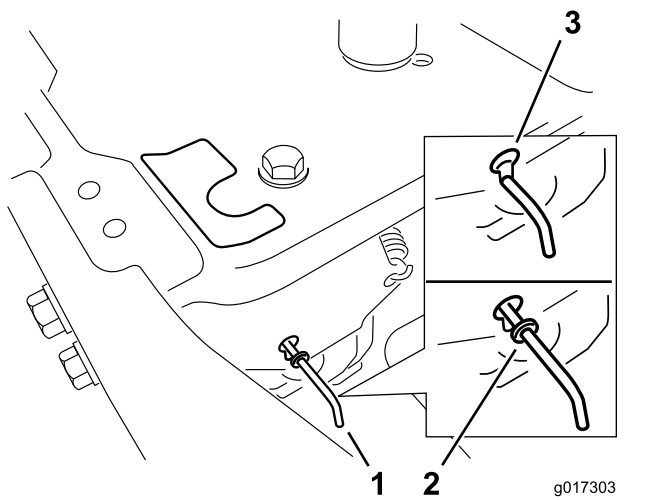

Figura 28
4. Mueva las palancas de desvío hacia delante a través del orificio y hacia abajo para bloquearlas en esa posición (Figura 28).
Mueva las palancas de desvío hacia atrás a través del orificio y hacia abajo para bloquearlas en esa posición, según se muestra en Figura 28.